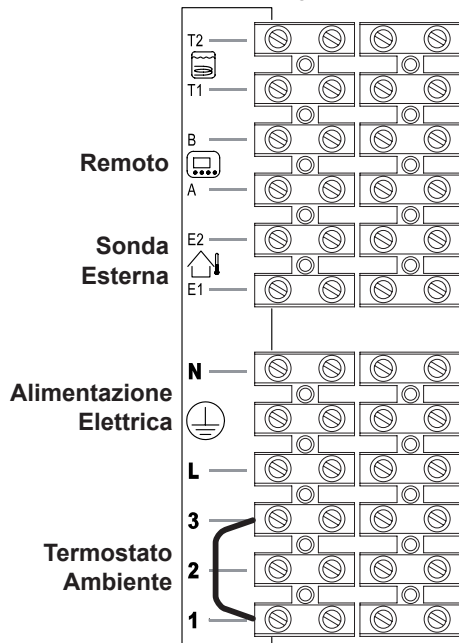

Figura 5.36
- Collegare ai morsetti **T1** e **T2** della morsettiere i due conduttori elettrici come indicato in Figura 5.36.
Per il collegamento della sonda esterna servirsi dei morsetti indicati in Figura 5.36.
Per il collegamento del remoto servirsi dei morsetti indicati in Figura 5.36.
**Il ponticello elettrico collegato nella morsettiera termostato ambiente tra i morsetti "1 e 3" non va rimosso** Figura 5.36.